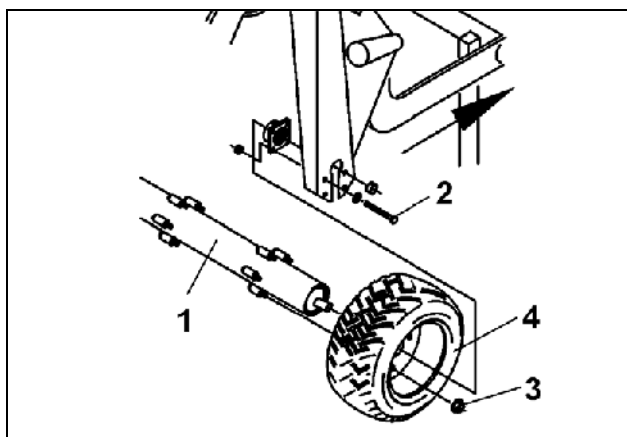

Рис. 122
- Каток закрепите при помощи противооткатных упоров для колес и открутите каток (Рис. 122/1). Для этого с обеих сторон извлеките крепежные болты (Рис. 122/2)
- Снимите шестигранные гайки (Рис. 122/3) и колеса (Рис. 122/4) с катка.